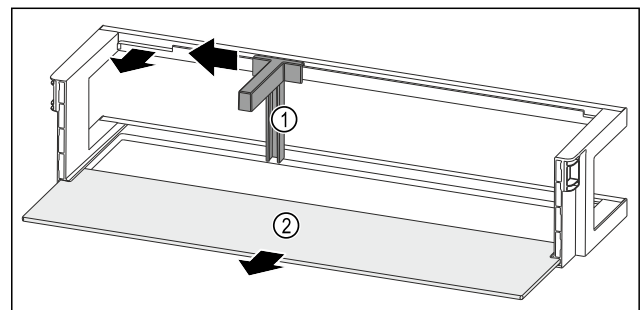

Fig. 85 Türabsteller mit Flaschenhalter und Abstellfläche
- ▶ Flaschenhalter Fig. 85 (1) bis zur Aussparung zur Seite schieben.
- ▶ Flaschenhalter Fig. 85 (1) entnehmen.
- ▶ Abstellfläche Fig. 85 (2) entnehmen.